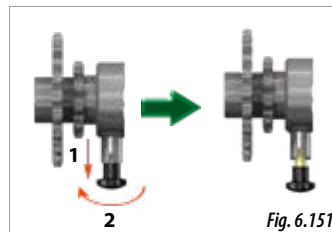

Fig. 6.151
- 3- Sur l'arbre de transmission portant l'embrayage (Fig. 6.149), tirez sur la sécurité et faites-la pivoter de 90° pour la bloquer en position de roue libre (Fig. 6.151).